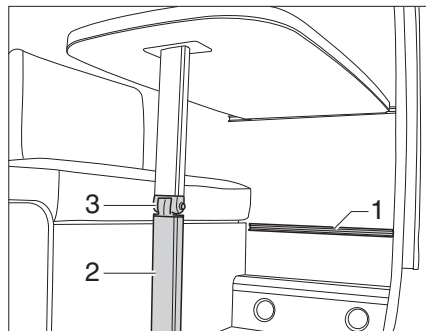

Bild 36 Hängetisch mit Gelenkstützfuß
- Den Tischfuß (Bild 36,2) am Gelenk entriegeln und einklappen.
- Den Hängetisch in die untere Einhängeschiene (Bild 36,1) einhängen und auf dem Tischfußgelenk (Bild 36,3) abstellen.